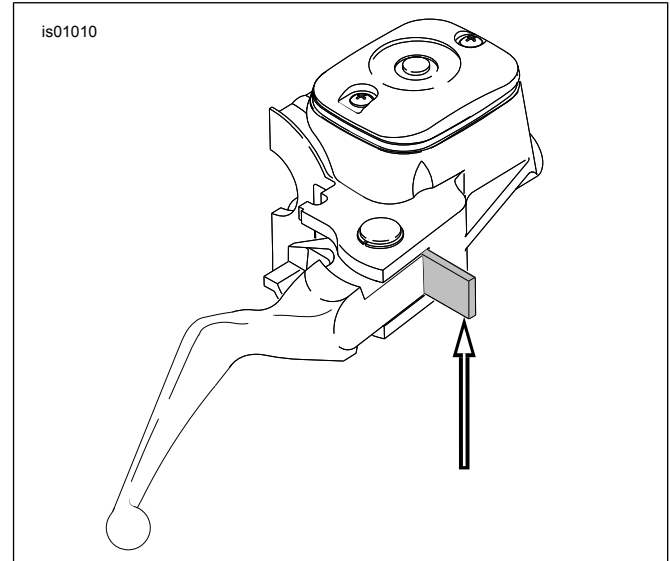

Figura 1. Inserto de cartón de 4 mm (5/32 pulg.)
1. Vea la Figura 1. Apriete la palanca del freno y coloque el inserto de cartón entre la palanca del freno y la pieza de soporte de la palanca.